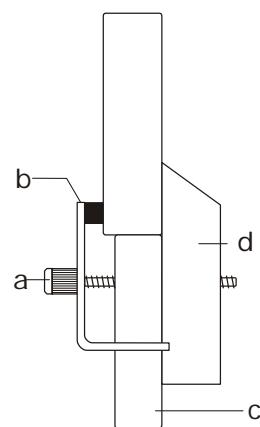

Fig. 5 Montaje del cristal en el soporte de muestras (a Tornillo, b Mordaza, c Asiento, d Parte fija del soporte de muestras)
- Se ajusta el brazo de medida en el ángulo  $2\theta = 45^\circ$ . Se elige el lado del goniómetro de tal forma que los rayos incidente y reflejado queden en lado oblicuo del soporte de muestras (ver también Fig. 5).